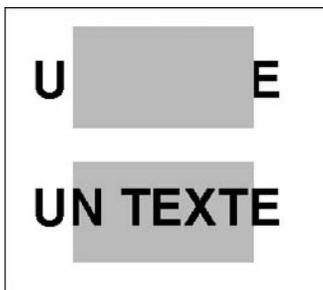

Fig.8.34
- 1 Exécuter la commande de modification de l'ordre d'affichage à l'aide d'une des méthodes suivantes (fig.8.34) :